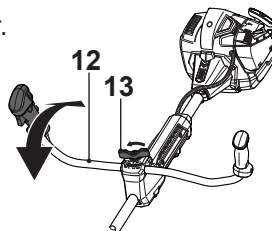

Fig. 18
- > Desserrez le bouton en plastique [13] et ajustez l'angle (Fig. 18).